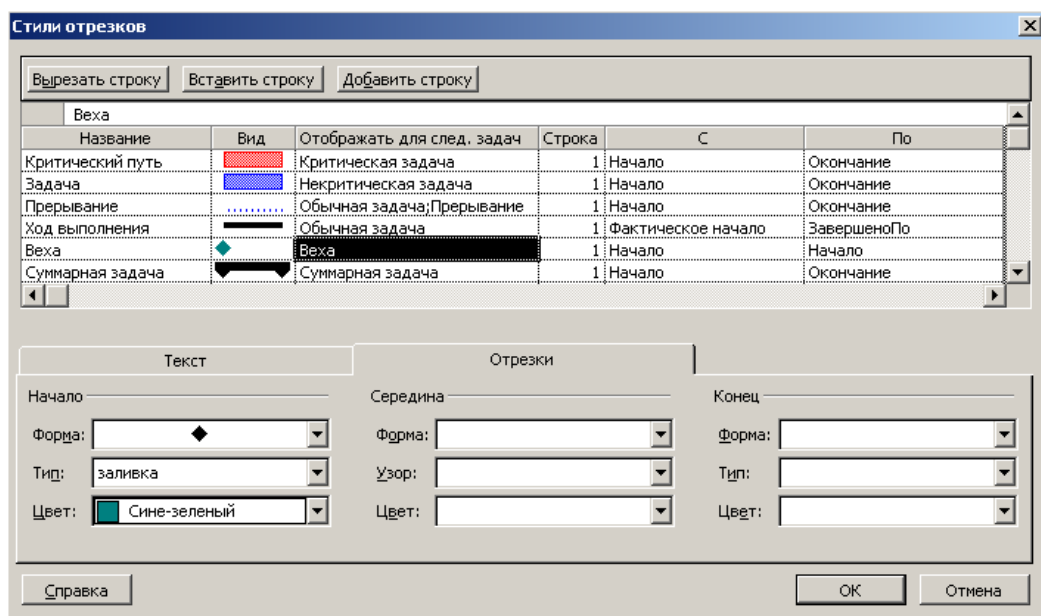

Рис. 2.27. Диалог **Bar Styles** (Стили отрезков)
- Выберите команду меню **Format ⇒ Bar Styles** (Формат ⇒ Стили отрезков) или дважды щелкните мышью на свободном поле диаграммы. На экране появится диалог **Bar Styles** (Стили отрезков) (рис. 2.27).